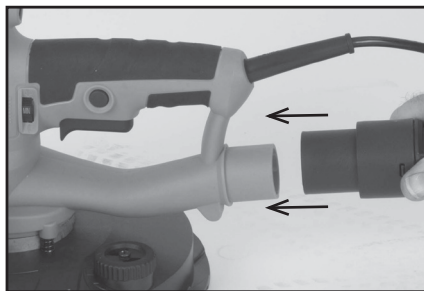

Fig. 9
- Anslut dammsugningsslangen till maskinen genom att trycka på den på maskinens dammsugningsport. (Fig. 9).